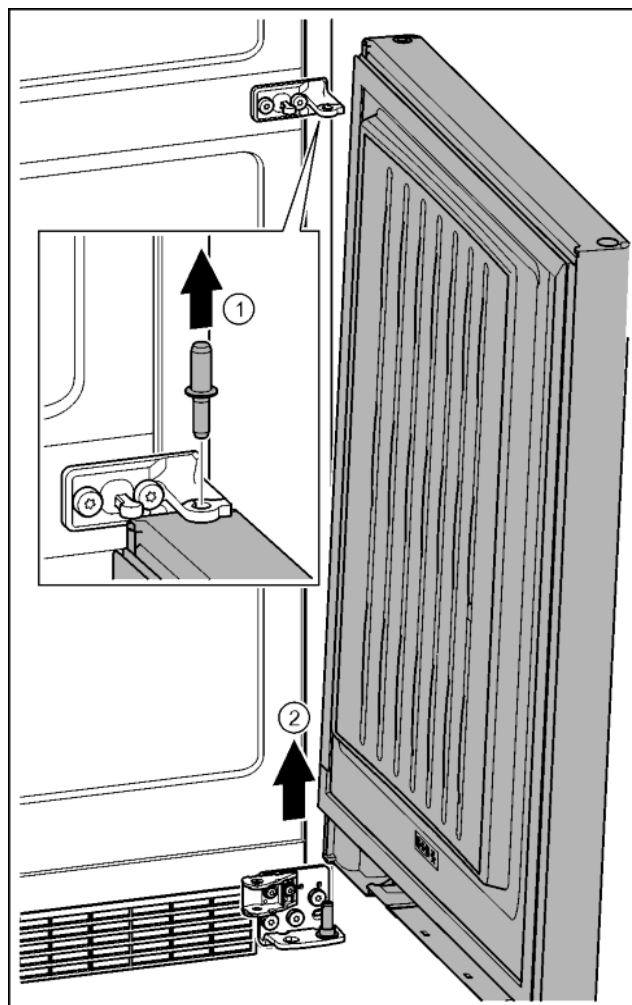

Fig. 25
- ▶ Bouten vanaf de bovenkant eruit trekken. Fig. 25 (1)
- ▶ Deur naar buiten draaien, naar boven trekken en aan de zijkant stellen. Fig. 25 (2)